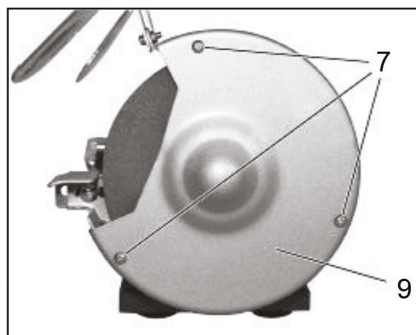

Рис. 4
- Отверните три винта (7) и снимите внешнюю крышку (9) защитного кожуха (Рис. 4).